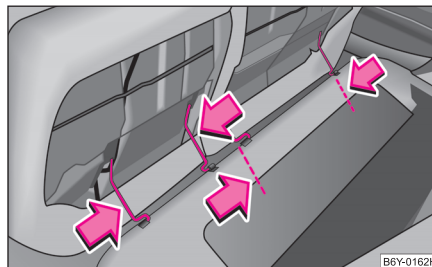

Abb. 55 Rücksitzflächen herausnehmen
- Drücken Sie die Drahtbügel in Pfeilrichtung ⇒ Seite 62, Abb. 55 und nehmen Sie die Rücksitzfläche aus der Halterung.